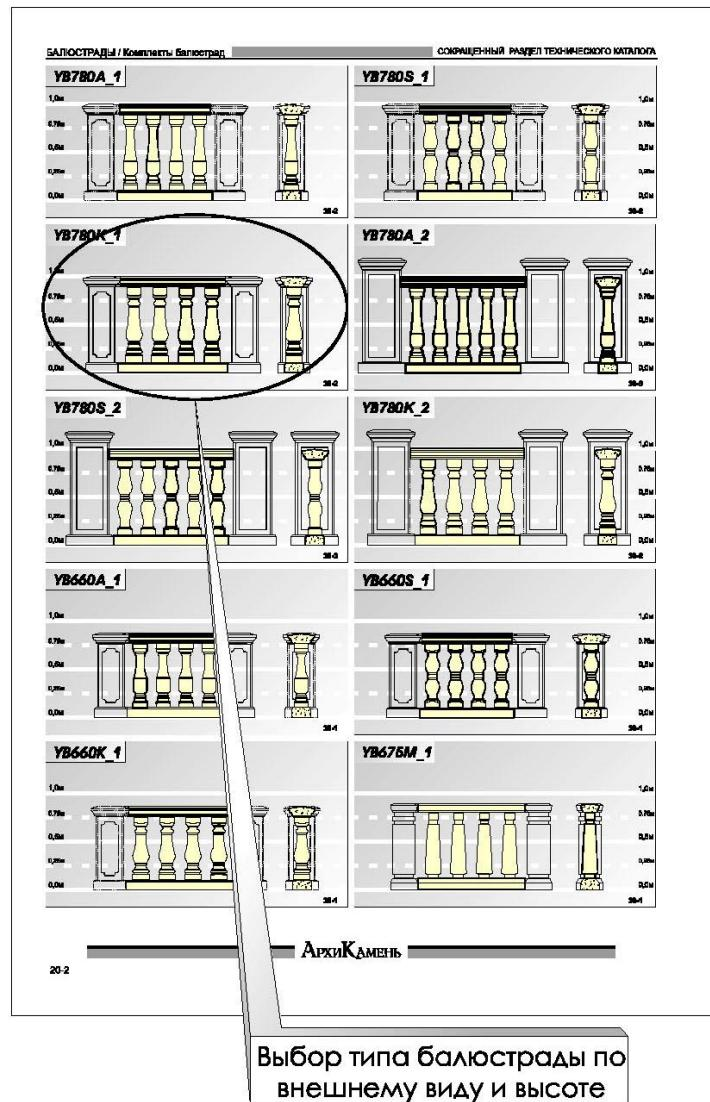

Рис. 3. Выбор балюстрады.
2. В "Сокращенном разделе технического каталога / Балюстрады" выбираем тип балюстрады, см. со стр. 20-2 по стр. 20-6 (рис. 3. Выбор балюстрады).